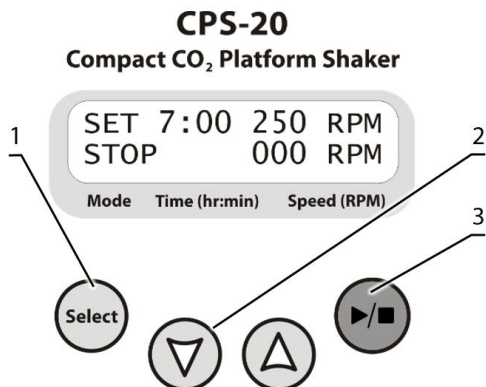

Рисунок 1. Панель управления CPS-20
5.3. **Установка параметров.** Нажмите кнопку **Select** (рис. 1/1) для выбора изменяемого параметра. Каждое нажатие кнопки **Select** последовательно выбирает параметры. Выбранный параметр мигает. Используя кнопки **▼** и **▲** (рис. 1/2), установите необходимое значение выбранного параметра. Долгое нажатие на кнопку ускоряет смену значений.
5.4. Нажмите кнопку **▶/■** (рис. 1/3) для начала программы. Платформа придёт в движение, на дисплее показывается индикация RUN и меняющееся значение таймера.